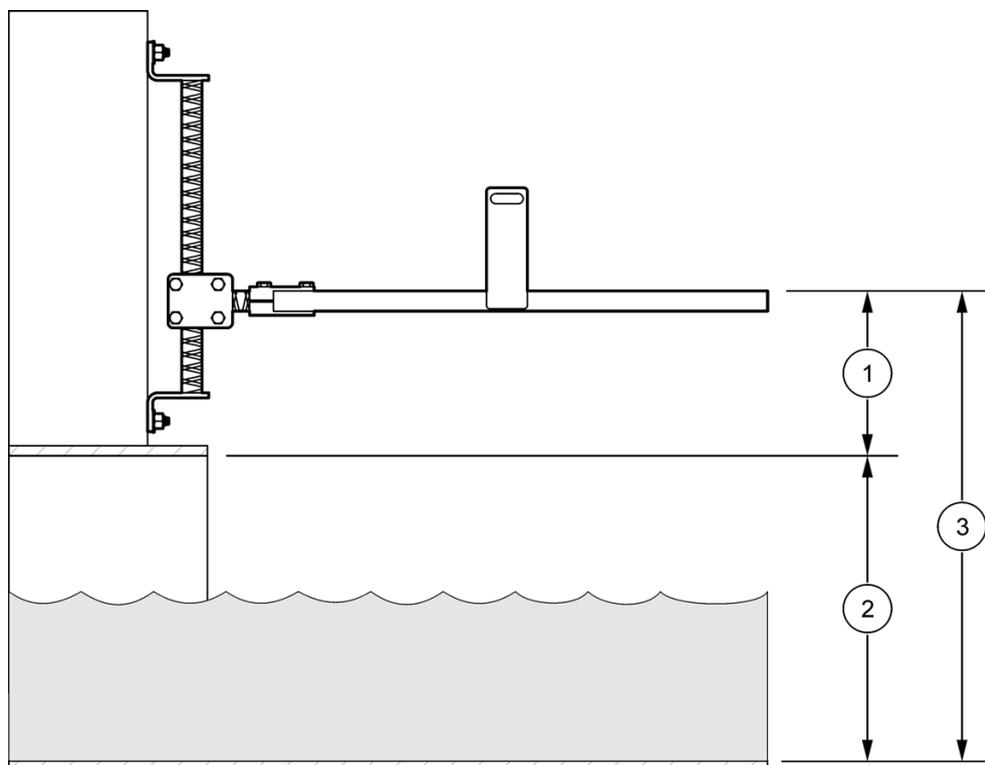

Figura 16 Offset del sensore
1. Posizionare l'asta nella parte inferiore della tubatura o del canale e allinearla verticalmente alla struttura (Figura 16).
***Nota:** se non è pratico misurare la parte inferiore della tubatura, misurare la distanza dalla corona della tubatura alla parte superiore della struttura (Figura 16). Aggiungere questa distanza al diametro della tubatura per ottenere l'offset del sensore (offset del sensore = diametro della tubatura + distanza dalla corona della tubatura alla parte superiore della struttura).*